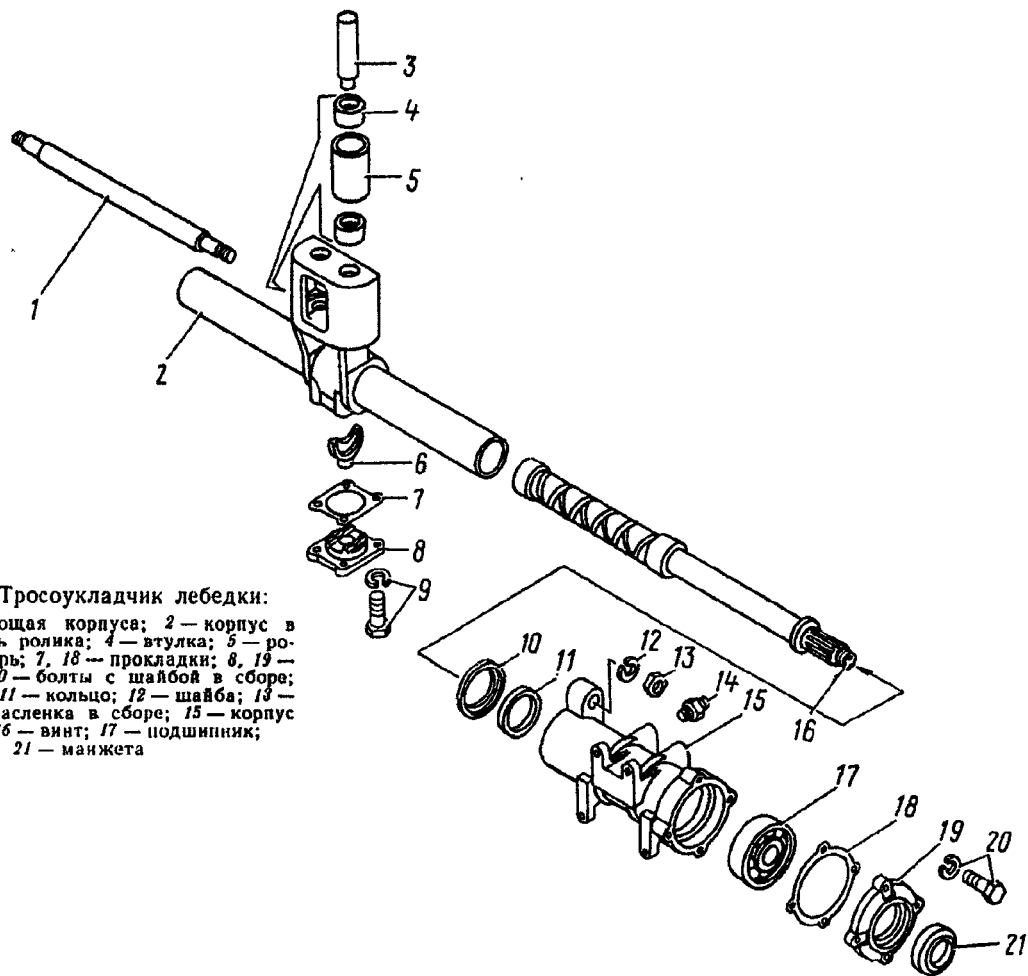

Рис. 340. Тросоукладчик лебедки:
10. Выверните болты 20 (рис. 340) крепления крышки подшипника с шайбами и снимите крышку 19 в сборе с манжетой 21, снимите прокладку 18	Ключ 17 мм, отвертка